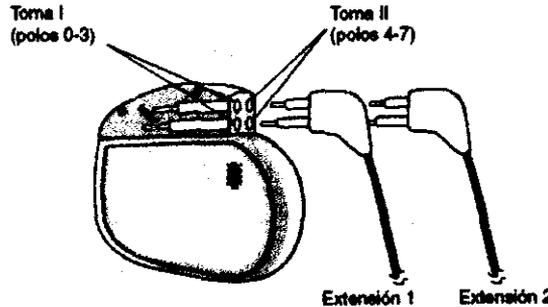

Figura 16. Introduzca completamente las clavijas de la extensión en el neuroestimulador.
8. Introduzca totalmente las clavijas del conector de la extensión 2 en la toma II (Figura 16). La toma II corresponde a los polos 4-7.